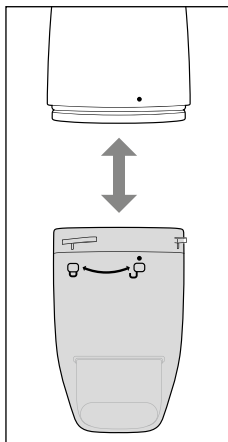

Fig. 7
2. Retirez le bac à poussière **3** de l'appareil de manière à ce qu'il pointe vers le bas (voir fig. 7).